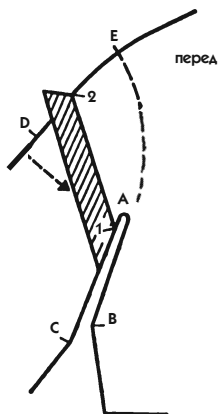

Рис. 705
- От плечевой засечки Е перенесите по линии верхнего среза желаемую длину (например, 8 см) и поставьте засечку 2 (рис. 705).